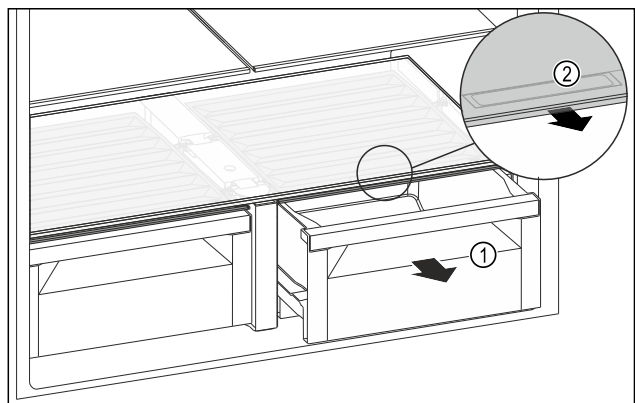

Fig. 98
- Retirer le tiroir Fig. 98 (1).
- Saisir la poignée encastrée Fig. 98 (2) du couvercle du compartiment et tirer le couvercle du compartiment par l'avant.